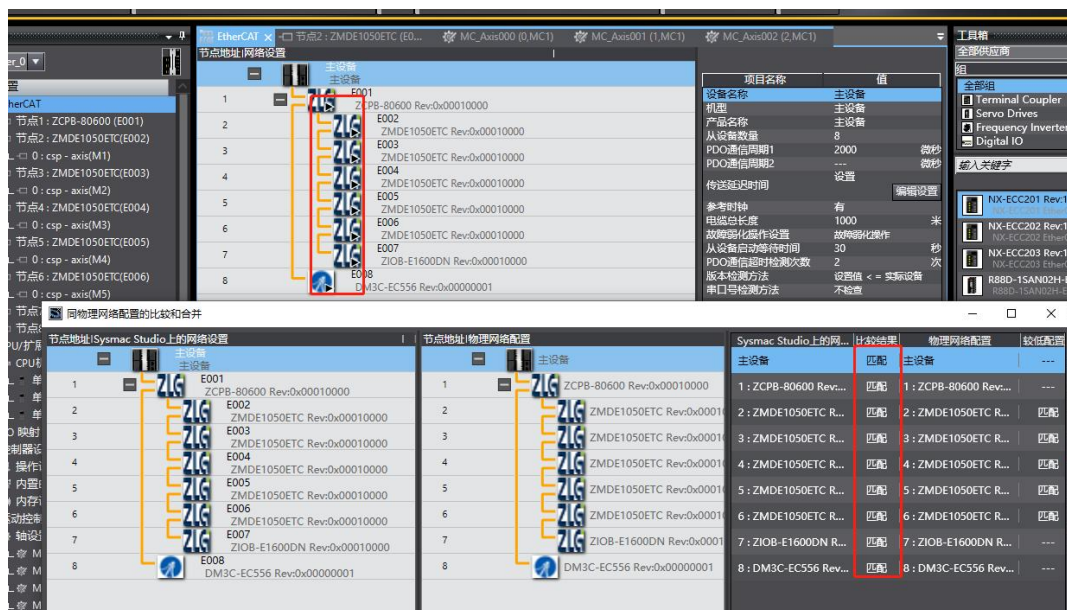

图 4.10 从站成功进入 OP 状态
(7) 同步完成后，EtherCAT 配置界面从站 logo 图标中显示运行箭头，打开“同物理网络配置比较与合并”界面的比较结果都为匹配，则表示所有从站成功进入 OP 状态，通信正常，如下图 4.10 所示。